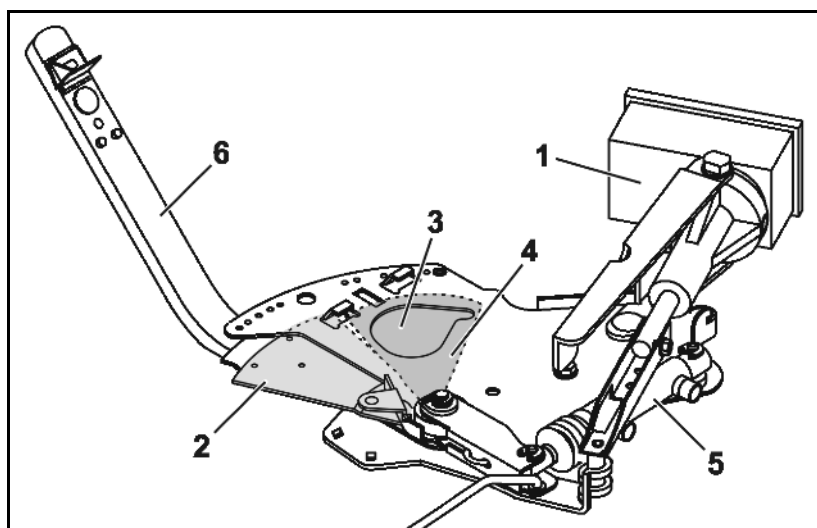

Bild 22
- elektronisk med manöverterminal/omborrdator. Doseringsspjällen (Bild 22/2) som styrs av inställningsmotorer (Bild 22/1) ger olika bredd på öppningarna (Bild 22/3).
- manuellt via reglerspaken (Bild 22/6) genom inställning av olika bredd på öppningarna (Bild 22/4). De spjällställningar som krävs för detta fås fram antingen utifrån informationen i **Spridningstabellen** eller med hjälp av **Räkneskivan**.
Slutspjällen (Bild 22/4) öppnar och stänger flödesöppningarna och kan beroende på utrustning manövreras hydrauliskt ett och ett (Bild 22/5) via